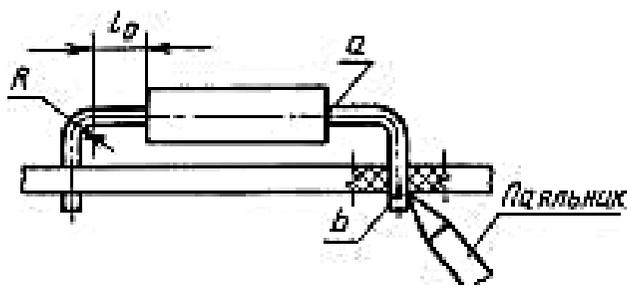

Рис.1.
1.4. При формовке выводов ИЭТ размером от корпуса ИЭТ до места изгиба вывода  $l_0$  считают размер от корпуса ИЭТ до центра окружности изгиба вывода  $R$ , как указано на рис.1.